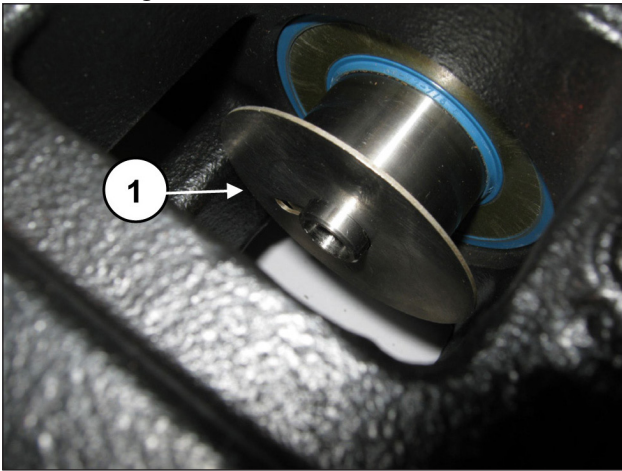

Abb. 180
Montieren Sie die Spritzschutzringe in die Aufnahme an der Kolbenführung (Pos. ①, Abb. 180).